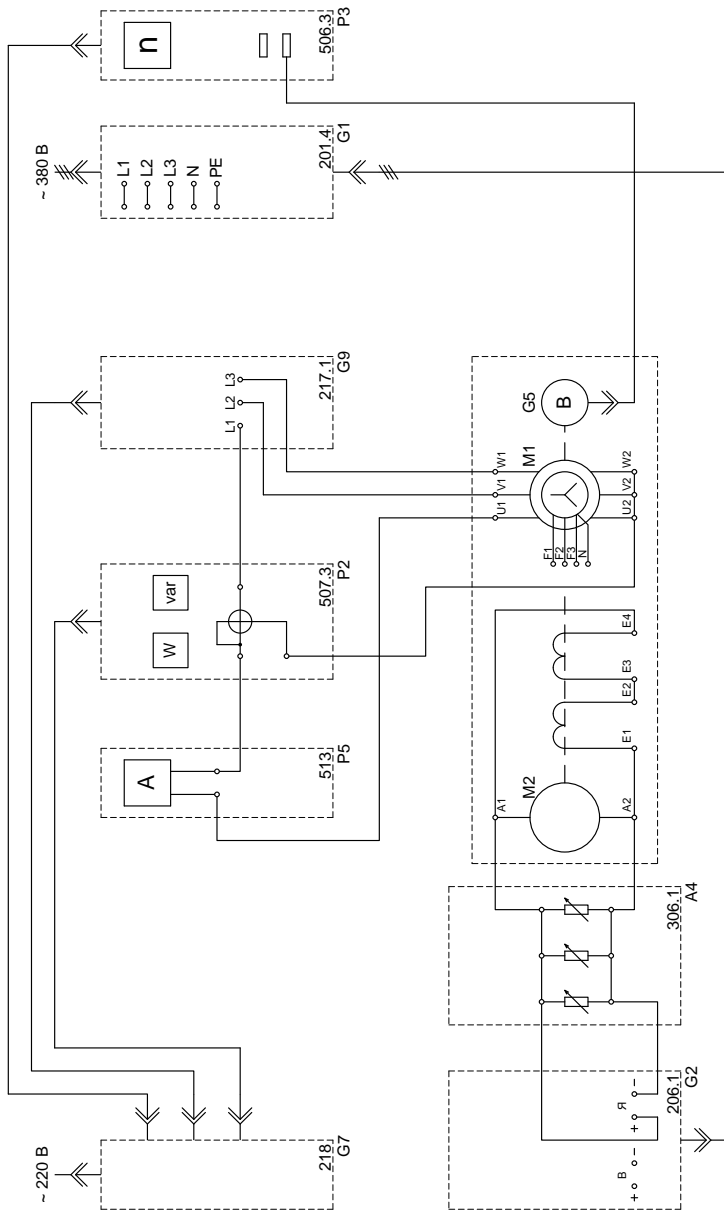

Рис. 12.1. Электрическая схема соединений
2. Собрать электрическую схему соединений по рис. 12.1.